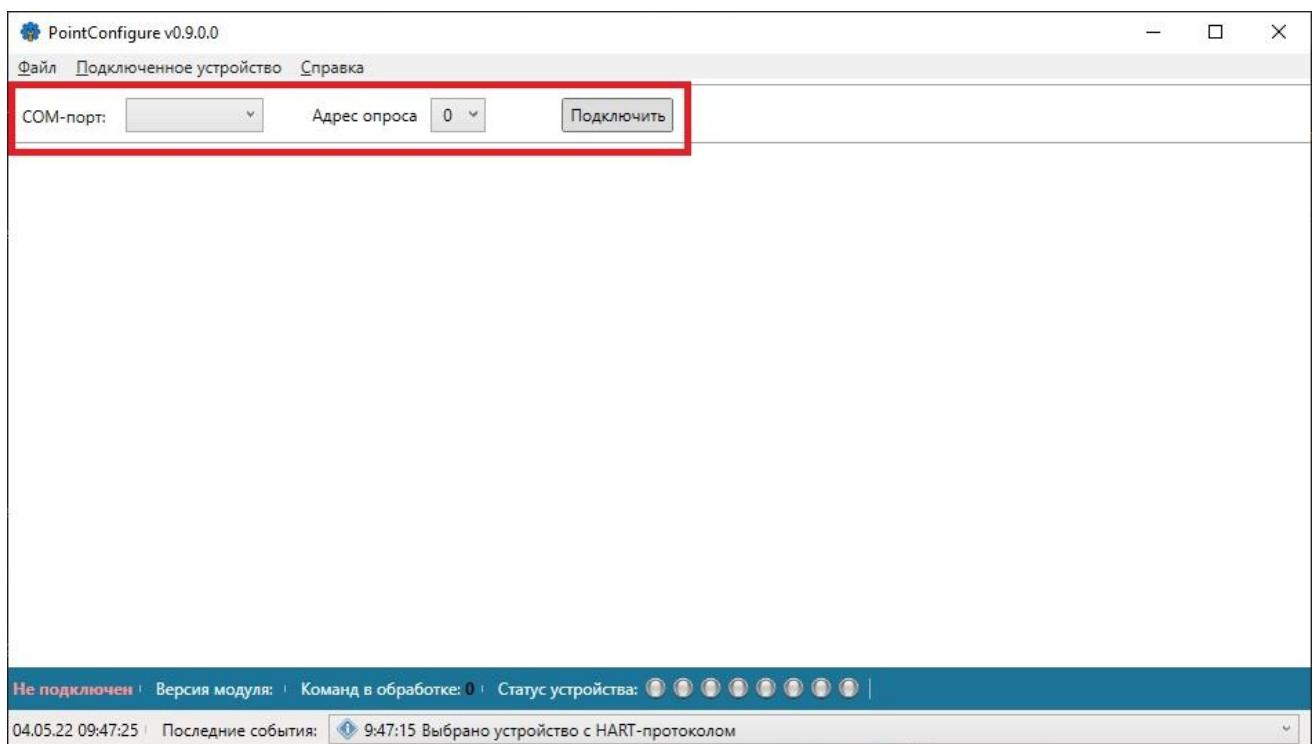

Рисунок 1 – Подключение преобразователя к компьютеру
6.4.4 Для подключения к устройству необходимо выбрать СОМ-порт, к которому подсоединен HART-модем или адаптер, и адрес опроса (по умолчанию равный 0) и нажать на кнопку «Подключить» (Рисунок 1).